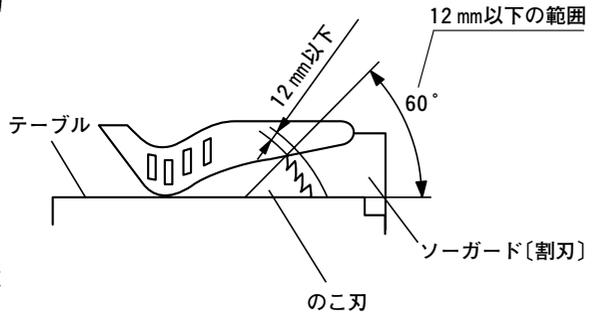

図 14-3
- のこ刃とソーガード〔割刃〕の間隔がテーブル面より60°の範囲内で12 mm以下に調整できないのこ刃や、丸のこ本体の切込みを浅くして使用したりしないでください。けがの原因になります。(図14-3)